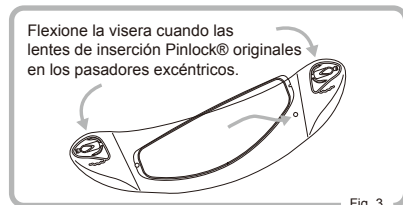

Fig. 3
- ② Flexione la visera con cuidado hasta aplanarla. Después, pulse en el otro lado de las lentes de inserción Pinlock® originales hasta los pasadores excéntricos y después permita que vuelva cuidadosamente a su forma curvada original. (Fig. 3 y 4)